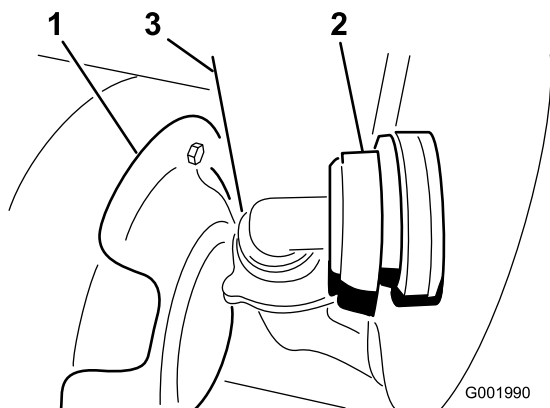

図 53
3. タンクの前壁の下にあるホースを外す（図 53）。
7. タンク前面下のホースを接続する（図 53）。
注 防熱シールド（図 53）を押しのけないとカバーが取り外せない場合があります。